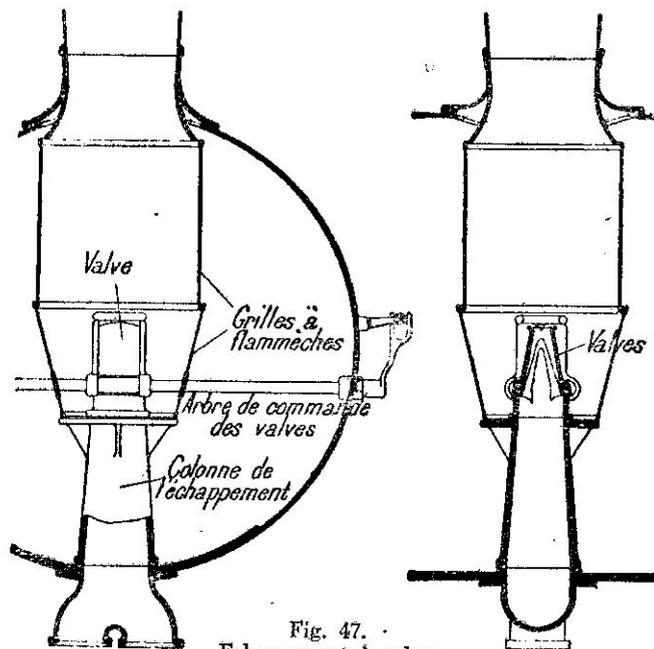

Fig. 47. Echappement à valves.
57. Echappement à valves (fig. 47). Dans le cas d'un échappement à valves, la vérification du centrage doit être faite, les valves étant d'abord serrées, puis ouvertes.